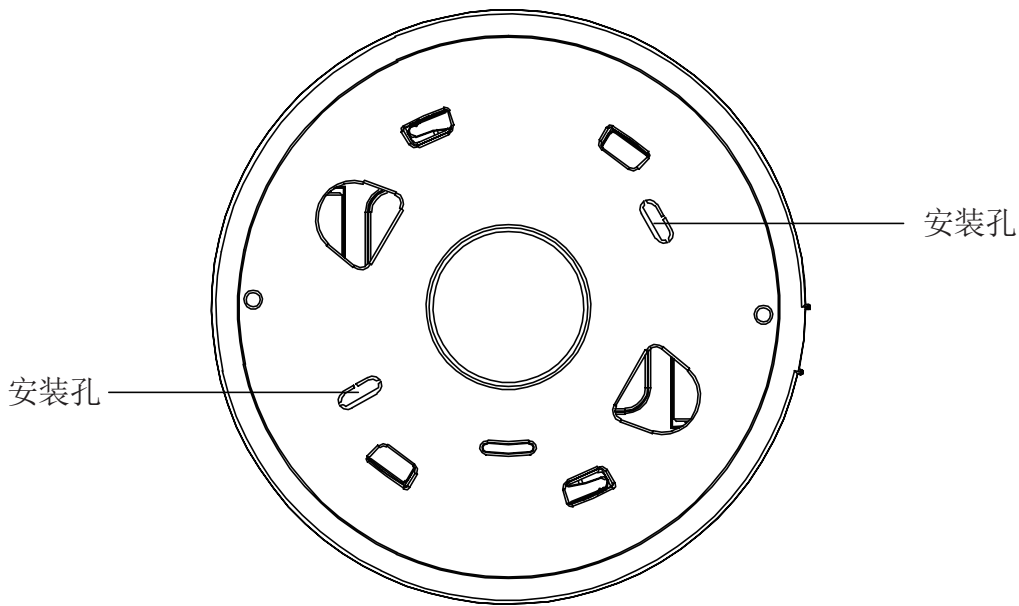

图 1-2
- 2) 确定安装位置后把报警器底座贴在天花板上选定的安装位置，用铅笔沿着底座安装孔在天花板上做记号，取下底座，在记号的中间打两个 6mm 左右的安装孔，再用膨胀塞和螺丝钉固定报警器底座如图 1-2；
3. 报警器测试好后，顺时针旋转报警器到安装底座上并扣紧到位，最后打上小螺丝二次固定探测器和底座即可，如图 1-2；